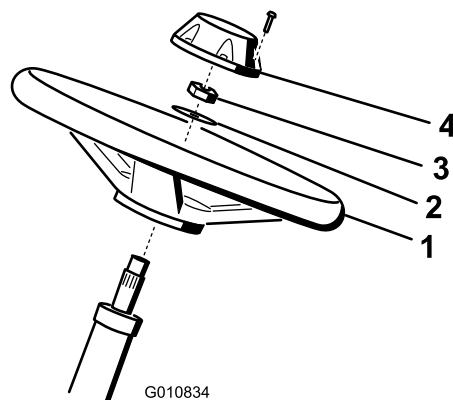

图4
1. 将方向盘滑入转向轴（图4）。
2. 将垫圈滑入转向轴（图4）。
3. 使用锁紧螺母将方向盘固定到转向轴上，旋紧至 27~35Nm（图4）。
4. 将中心盖安装到方向盘上，并用螺丝固定（图4）。